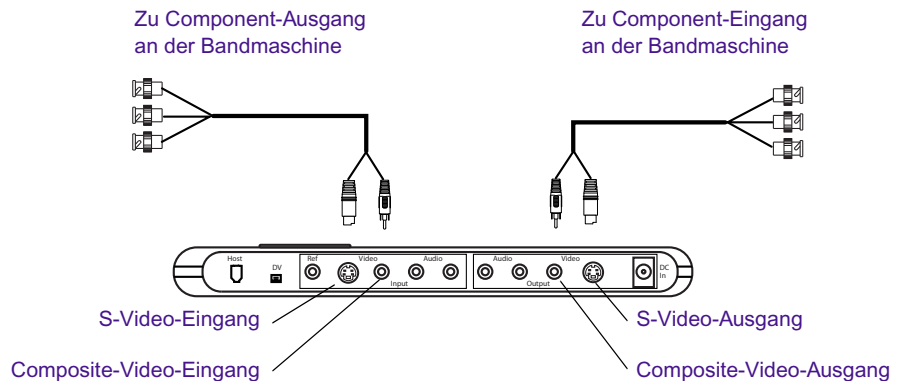

Abbildung 8 Anschließen eines Videorecorders – Component-Signal
2. Befestigen Sie das RCA- und S-Video-Ende des Kabels an den Avid Mojo DNA-Eingängen wie folgt (siehe Abbildung 8):
4. Nehmen Sie das andere Component-Kabel zur Hand und befestigen Sie die RCA- und S-Video-Stecker an den Avid Mojo DNA-Ausgängen wie folgt (siehe Abbildung 8):